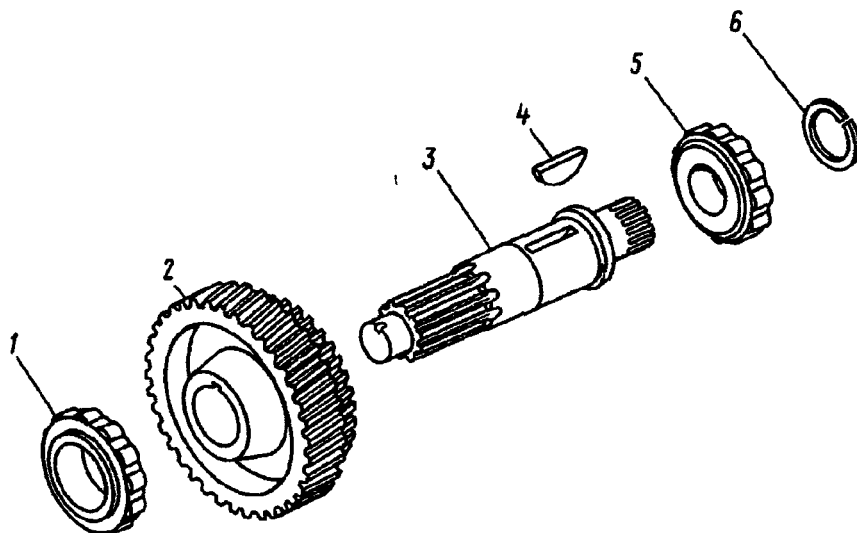

Рис. 162. Вал И801.25.000 ведущий раздаточной коробки:
24. Выньте из канавок подшипников промежуточного вала и дифференциала упорные кольца 60 и 48 25. Выпрессуйте валы 13, 61 и дифференциал 81 из крышки картера раздаточной коробки 26. Снимите с ведущего вала 3 (рис. 162) внутреннее кольцо 1 переднего подшипника в сборе 27. Снимите с вала упорное кольцо 6 и внутреннее кольцо 5 заднего подшипника в сборе	Отвертка, спецпассатижи И801.22.000-01, Молоток, оправка Оправка, молоток, отвертка Спецпассатижи И801.22.000-01, оправка, отвертка, молоток Молоток, отвертка, пресс Молоток, зубило, торцовый ключ 46 мм